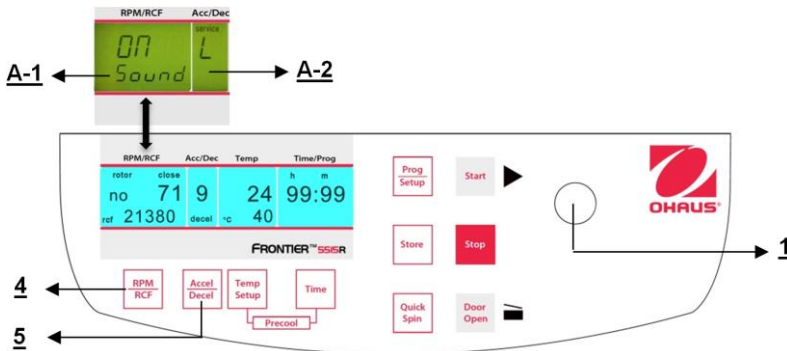

Figura 33
Proceda como se describe en el punto 4.1.1 para ingresar en este modo de programa y luego presione el botón "**Accel/Decel**" (5). En la pantalla "**Acc/Dec**" (A-2) destella la palabra "**Service**". Ahora seleccione la letra "**U**" con la perilla de ajuste (1). Como resultado, en la pantalla "**RPM | RCF**" (A-1) aparecen las palabras "**Vol=0-9/Sound**". Después de presionar el botón "**RPM | RCF**" (4), puede ajustar el volumen deseado entre 0 (bajo) y 9 (alto) con la perilla de ajuste (1) (vea la Figura 33).